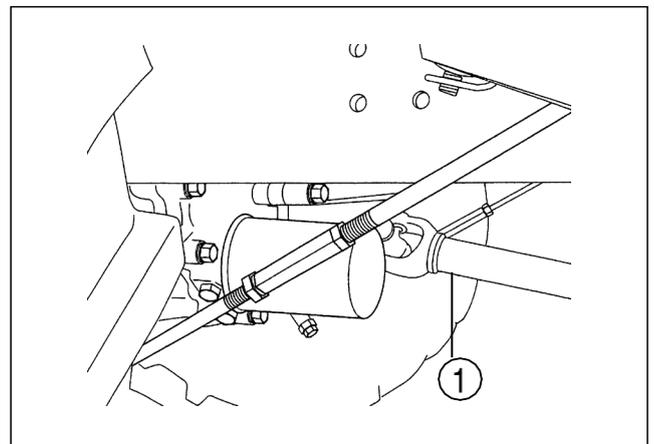

FIG. 71
FIG. 71: Debajo de la transmisión se sitúa un árbol de toma de fuerza ventral (1) (15 acanaladuras de 25,4 mm) que está orientado hacia adelante. El árbol de toma de fuerza ventral da potencia a un equipo montado en el centro o en la parte delantera.